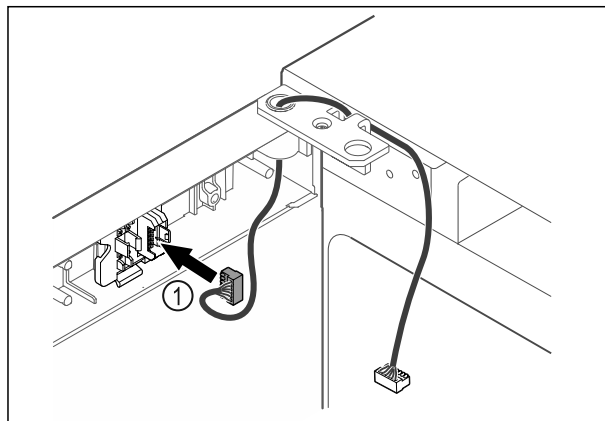

Fig. 40
- ▶ Sätt in kontakten Fig. 40 (1) i kontakthållaren -eller-